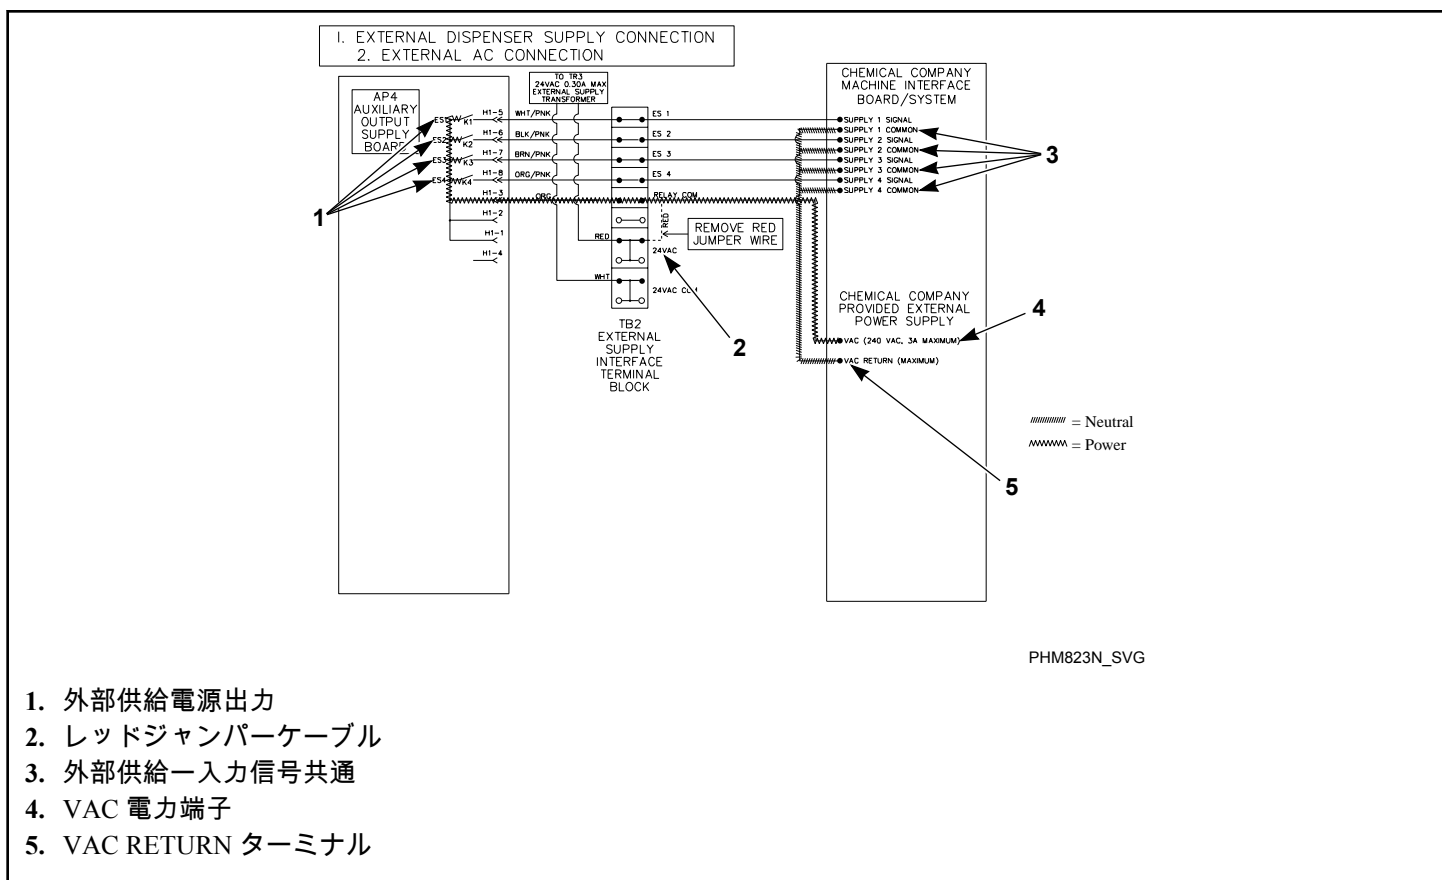

図 28
- 外部電源の片側を「RELAY COM」に接続し、他方を外部ディスペンサー入力信号共通に接続します。図 28 を参照してください。